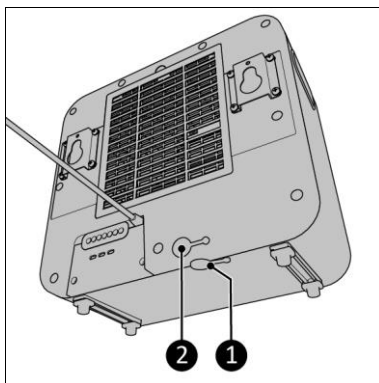

Abbildung 17
1. Stellen Sie sicher, dass sich beide Wassersperrstopfen im Behälter des Innengeräts befinden (Abbildung 17, Pos. 1 und 2).